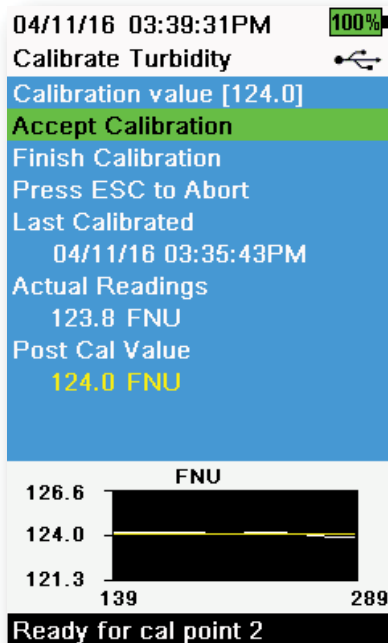

Figura 54 Calibra torbidità
8. Assicurarsi che non vi siano bolle d'aria sull'obiettivo del sensore di torbidità. Osservare le letture delle misure effettive per la stabilità e quindi selezionare **Accept Calibration (Accetta calibrazione)** (Figura 54). "Pronto per calibrare 3" sarà visualizzato nell'area dei messaggi.